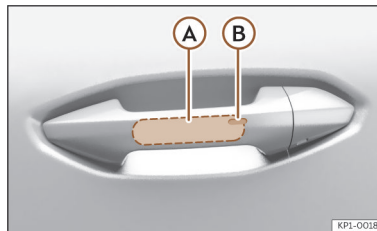

Fig. 74 Manípulo da porta: superfícies sensoras.
>>> **Fig. 74**
- Toque na superfície sensora >>> **Fig. 74 B** situada no lado exterior do manípulo da porta. Todos os indicadores de direção piscam uma vez.
- Antes de passarem 5 segundos, toque uma vez no sensor do lado exterior do manípulo da porta >>> **Fig. 74 (B)**. Ao fazê-lo, não agarre o manípulo. O sistema Keyless Access fica desativado temporariamente.